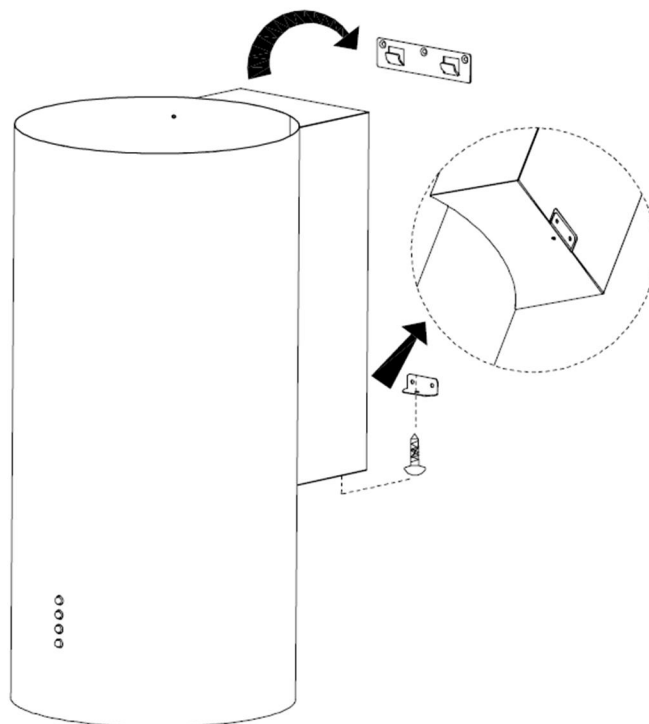

Рис.3
6. Отверстие на задней стороне корпуса вытяжки должно совпасть с отверстием в нижней планке. Зафиксируйте прибор, привинтив его к планке с помощью винта М4*6 (рис.3). Установка завершена.